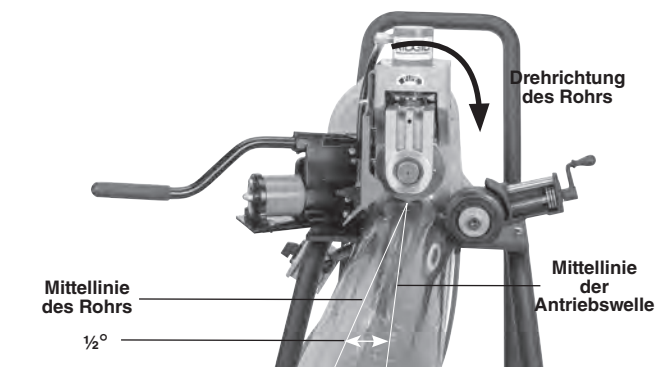

Abbildung 13 – Versetzen des Rohrs um ½°, (übertriebene Darstellung)
- Versetzen Sie Rohr und Rohrstander etwa ½ Grad (etwa 1 Zoll auf 10 Fuß vom Rollnutgerät) zum Bediener hin. Die korrekte Ausrichtung des Rohrs und des Rollnutgeräts hilft, die richtige Nachführung des Rohrs während des Nutens sicherzustellen (*siehe Abbildung 13*). Dies ist der richtige Versatz für das Nuten und funktioniert mit dem Stabilisator.